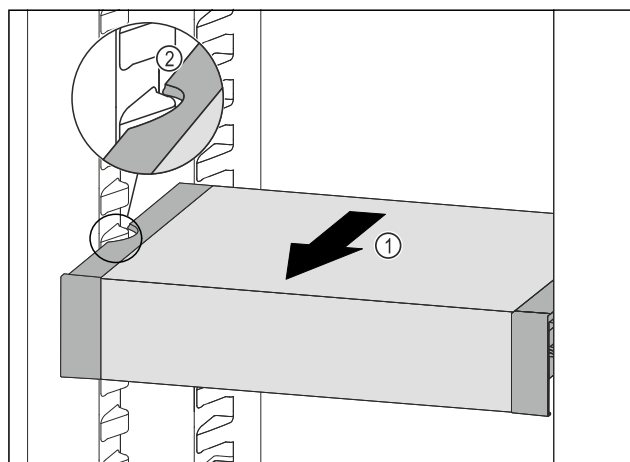

Fig. 148
- ▶ Táhněte VarioSafe dopředu Fig. 148 (1), dokud nebudou boční vybrání VarioSafe na úrovni žebrování na nádoby v chladničce. Fig. 148 (2)